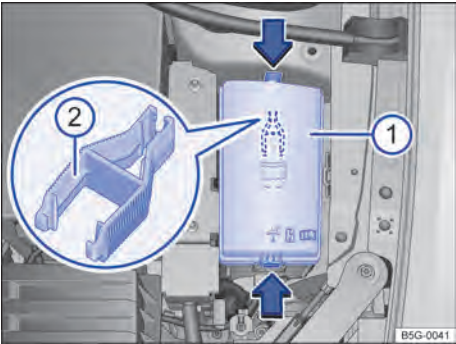

Fig. 215 No compartimento do motor: cobertura ① da caixa de fusíveis com pinça de plástico ②.
- Pressionar os botões de travamento no sentido da seta para destravar a cobertura da caixa de fusíveis ⇒ Fig. 215 ①.